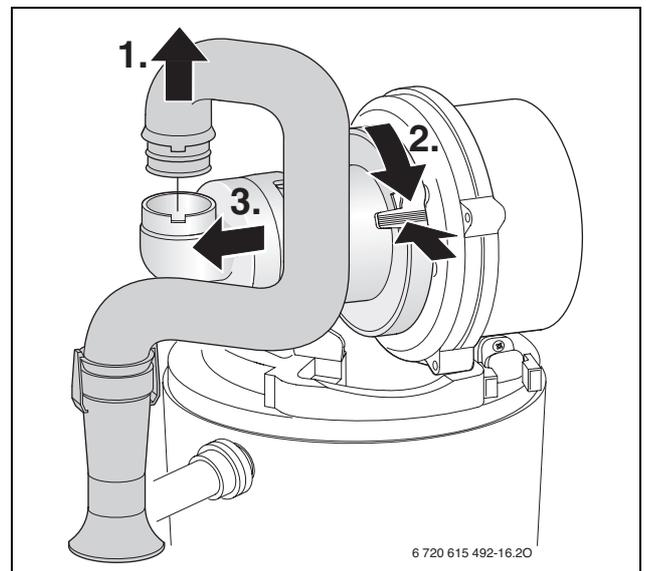

Bild 59
- ▶ Mischeinrichtung [1] nach Bild 59 ausbauen.